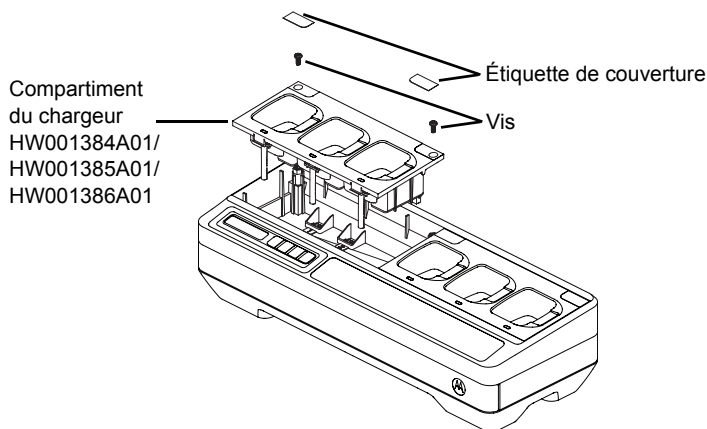
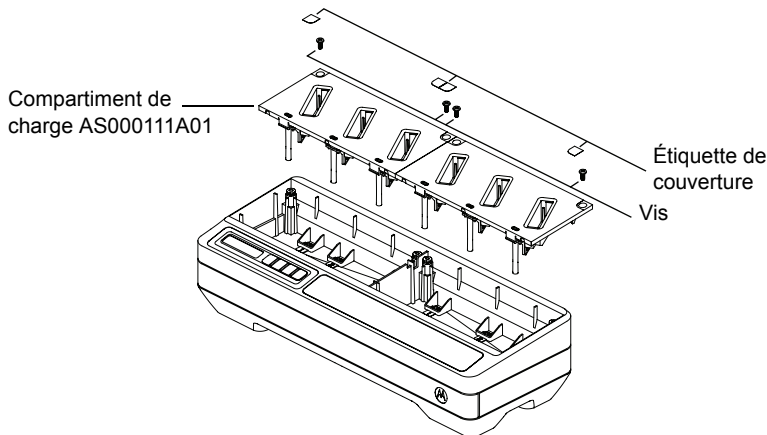

Figure 24 : installation et retrait du compartiment de charge
Figure 25 : installation et retrait du compartiment de charge
4. Retirez le faisceau électrique en tirant le connecteur vers le haut (reportez-vous à la Figure 24 et à la Figure 25).